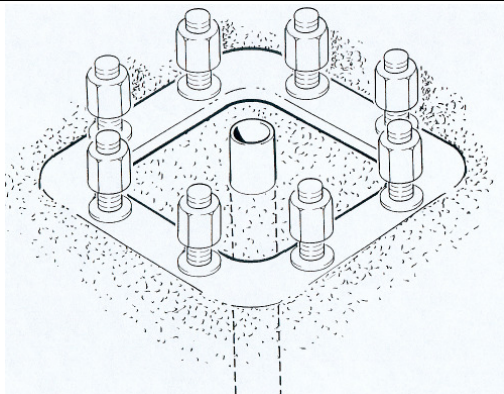

Fig.23
4. Prévoir, si nécessaire, l'insertion dans le massif d'un tube pour le passage du câble électrique qui alimentera la potence (fig. 23).